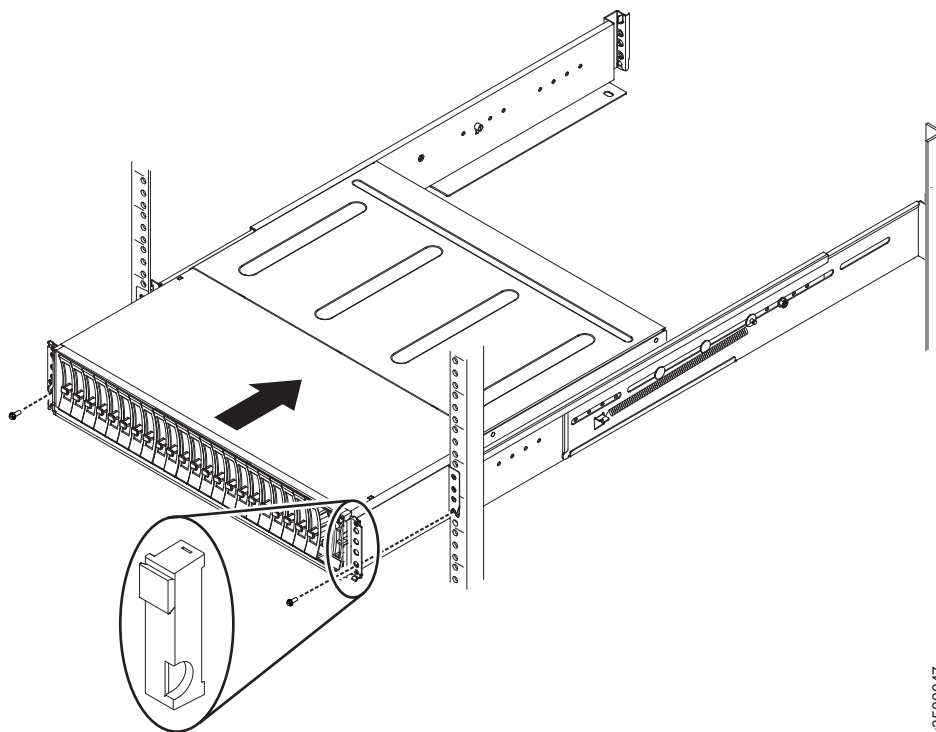

图 11. 插入机柜
2. 沿着导轨小心地将机柜滑入机架中，直到机柜完全插入（请参阅图 11）。
5. 重新安装左右端盖，如图 11 所示。左侧端盖具有指示灯窗口，与机柜边缘的状态指示灯对齐。